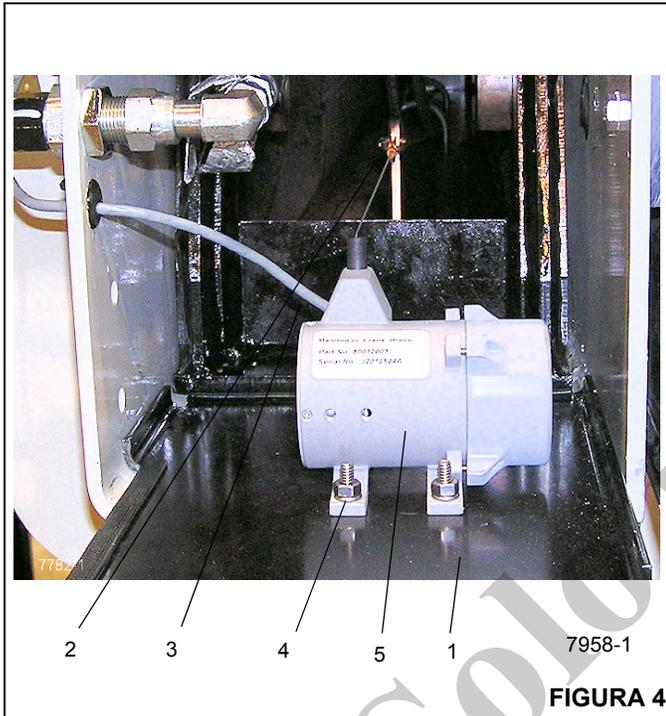

FIGURA 4
2. Retire la escuadra de la cubierta de la caja del estabilizador (1, (Figura 4)).
3. Desconecte la pinza de resorte (2, (Figura 4)) de su punto de conexión en la viga del estabilizador.
4. Desconecte el conector eléctrico (3, (Figura 4)) en el potenciómetro en serie.
5. Retire los tornillos que fijan el potenciómetro en serie (4, (Figura 4)).
6. Retire el potenciómetro en serie (5, (Figura 4)).
2. Utilice los tornillos (4, (Figura 4)) para montar el potenciómetro en serie en la escuadra de la cubierta de la caja del estabilizador.
3. Conecte el conector eléctrico (3, (Figura 4)) al potenciómetro en serie.
4. Conecte la pinza de resorte (2, (Figura 4)) a su punto de conexión en la viga del estabilizador.